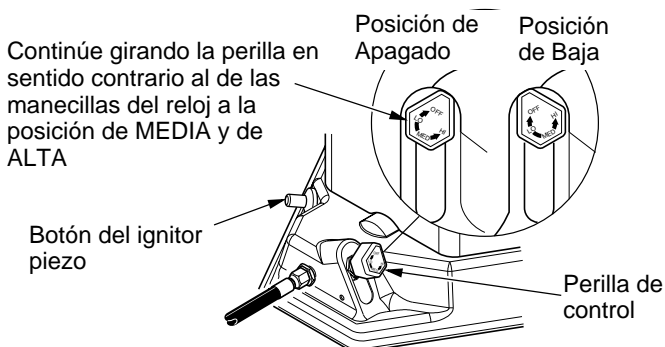

Figura 4: Ubicaciones de la perilla de control y del botón del ignitor piezo
5. Presione ligeramente y gire la perilla de control en sentido contrario al de las manecillas del reloj a la posición de BAJA (consulte la figura 4, página 5).
- Cuando el quemador principal permanezca encendido, coloque el calentador en el nivel de calor deseado oprimiendo ligeramente la perilla de control y girándola en sentido contrario al de las manecillas del reloj a la posición de MEDIA o ALTA (consulte la figura 4).